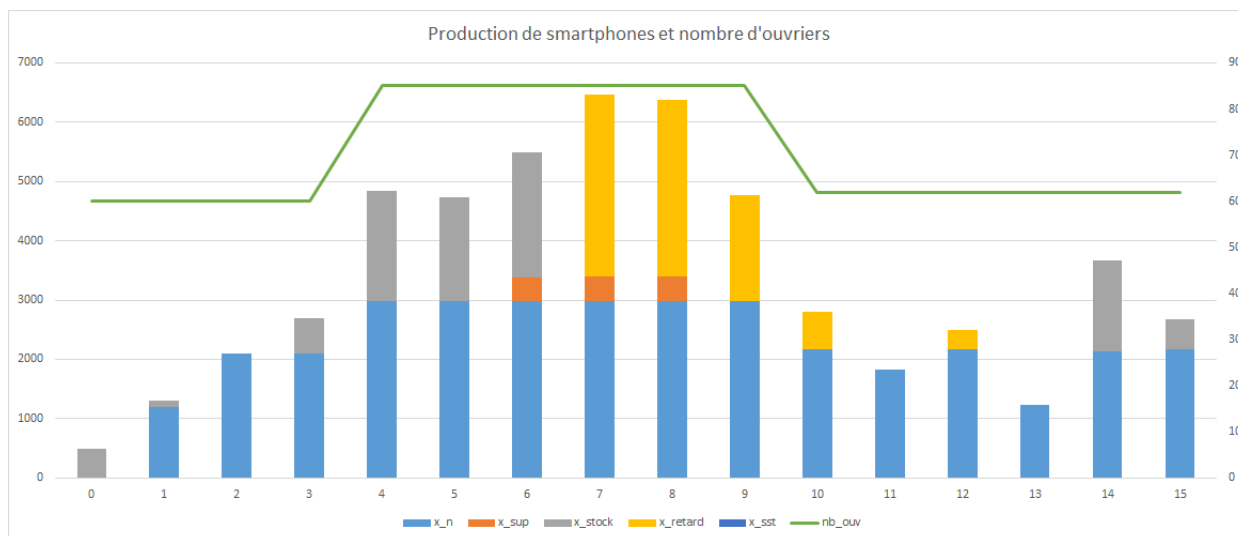

FIGURE 6 – Répartition du moyen de production des smartphones en fonction des semaines et évolution du nombre d’ouvriers dans le cas entier.
- Les résultats du modèle en variables continues sont très semblables à ceux du modèle en variables entières, présentés à la figure 6. La seule différence notable est l'utilisation de retard à la place d'ouvriers payés au salaire des heures supplémentaires lors de la huitième semaine, probablement due à la faible différence de coût entre les deux possibilités.
Les résultats obtenus sont présentés à la figure 6. On observe que la possibilité d’engager et de licencier des ouvriers est bien utilisée. La solution optimale consiste à engager 25 ouvriers pour faire face à l’important pic de demande, puis d’en licencier 23 une fois ce pic dépassé. Cette nouvelle possibilité fait apparaître 3 grande différences entre les solutions :